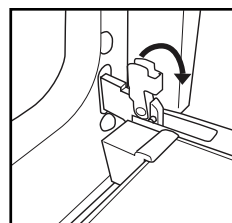

Fig. 1
2. Soulevez les deux loquets en les poussant au maximum vers l'avant (fig. 1).